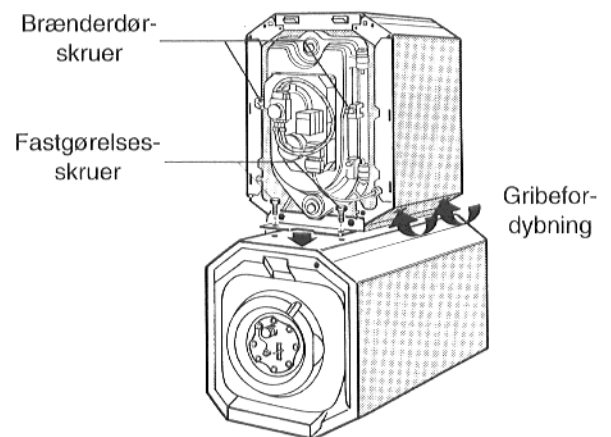

Fig. 4
- Brænderdøren åbnes ved at løsne de to skruer (Fig. 4).
- Kedlen løftes op i gribefordybningerne i kedelkabinettet og placeres på brugsvandsopvarmningsbeholderen. Hullerne i fastgørelsesvinklen skal dække over fastgørelseshullerne på brugsvandsopvarmningsbeholderen (Fig. 4).
- Fastgørelsesvinklen skrues fast på brugsvandsopvarmningsbeholderen (Fig. 4; korte skruer).
- Brænderdøren hægtes på igen og lukkes med de to skruer (Fig. 4).